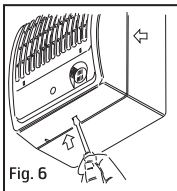
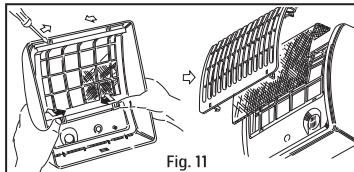

Fig. 6
Fig. 11
6. Ved innfelt montasje åpnes viftens front ved å løsne sneppestre på undersiden, Fig. 6. Medfølgende innbygningsramme Fig. 4 pkt 5, festes i spor mellom viftehus og front for å dekke åpning i vegg/tak.
Åpne viftens front ved å løsne sneppestre på undersiden, Fig. 6. På baksiden av fronten er det fire sneppestre. Klem disse forsiktig slik at frontrist åpnes, Fig. 11. Plasser nytt filter slik at det dekker frontrist. Monter frontrist og viftefront, Fig. 11.